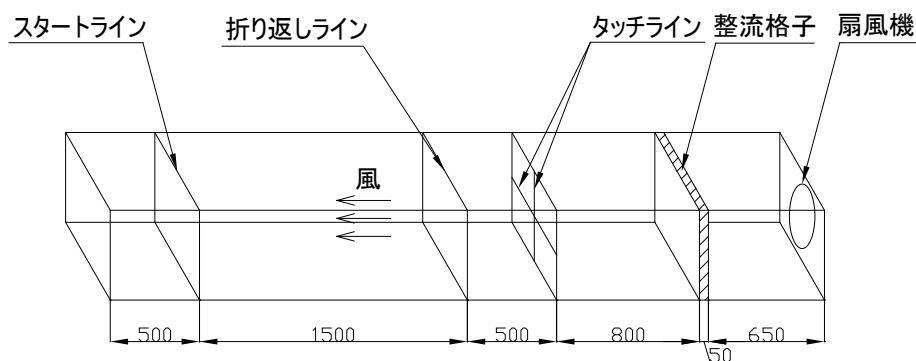

図1 走路の概要
- ・走路の概略は図1の通りとする。高さ 480mm、幅 480mm の正方形断面のトンネル状とし、スタートライン手前 500mm からタッチラインまでの走路床表面に厚さ 1mm のゴムシートを引く。